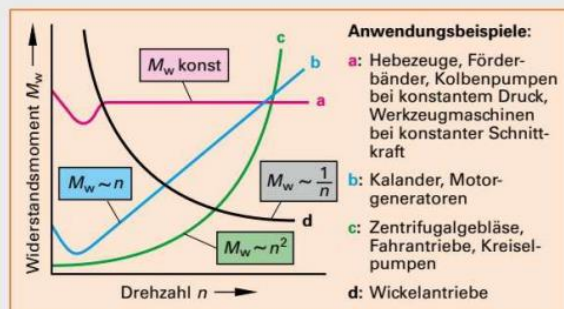

Bild 2: Widerstandsmomente M_w , abhängig von der Drehzahl n
Widerstandsmoment. Treibt ein Motor eine Arbeitsmaschine an, so wird er durch diese belastet. Dem Drehmoment des Motors wirkt das Last- bzw. Widerstandsmoment M_w der Arbeitsmaschine entgegen. Um einen sicheren Anlauf und Betrieb zu gewährleisten, ist das Widerstandsmoment der Arbeitsmaschine in Abhängigkeit von der Drehzahl zu berücksichtigen. Typische Drehmomentkennlinien von Arbeitsmaschinen zeigt **Bild 2**. Das erforderliche höhere **Anzugsmoment** der Last beim Start wird durch die Haftreibung der Lager im Stillstand verursacht.
i Wichtig bei der Motorauswahl: Gegenüber Direktanlauf verringern Anlassverfahren die Anlaufmomente (**Bild 2, Seite 490**).
<p>① Erfordernisse der Arbeitsmaschine</p> <ul style="list-style-type: none"> • Betriebsart • Drehmoment • Drehzahl • Anlaufverhalten 	<p>Antrieb eines Generators</p> <ul style="list-style-type: none"> • Dauerbetrieb S1 • $M_N = 20 \text{ Nm}$ • $n_N \approx 1400 \text{ }^1/\text{min}$ • $M_A \approx 0,4 M_N$, $M_{WV} \sim n$ (Kennlinie b, Bild 2, Seite 496)